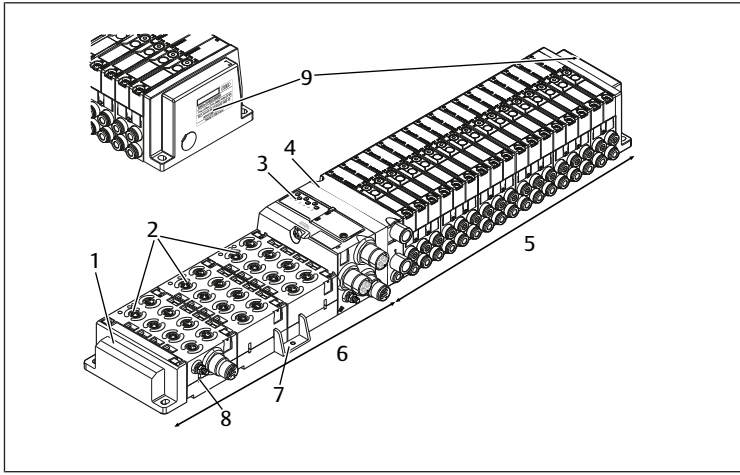
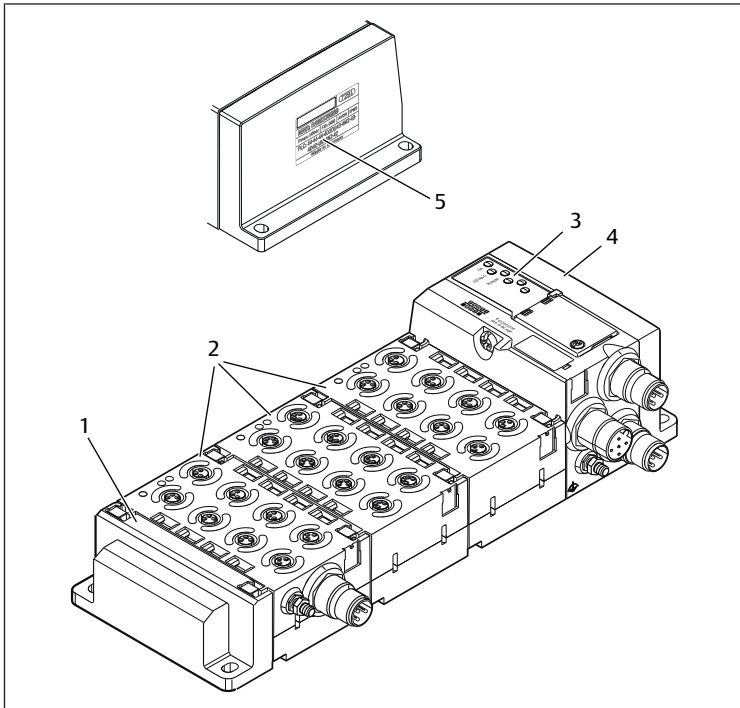

Fig. 1: Unità composta da valvole della serie AV e da un'unità AES
Fig. 2: Unità AES come variante stand-alone
- A destra con tre viti alla piastra di adattamento (vedere Fig. 1: Unità composta da valvole della serie AV e da un'unità AES (4) e Fig. 12: Fissaggio dell'accoppiatore bus a destra) oppure alla piastra terminale destra per la variante stand-alone (vedere Fig. 2: Unità AES come variante stand-alone (4) e Fig. 2: Unità AES come variante stand-alone),
- A sinistra ad un modulo I/O con due elementi di fissaggio a molla (vedere Fig. 1: Unità composta da valvole della serie AV e da un'unità AES (2)) oppure alla piastra terminale sinistra (vedere Fig. 1: Unità composta da valvole della serie AV e da un'unità AES (1)).
(vedere Fig. 1: Unità composta da valvole della serie AV e da un'unità AES (3)) o al modulo I/O,
3. Rimuovere eventualmente gli angolari di sostegno (vedere Fig. 1: Unità composta da valvole della serie AV e da un'unità AES (7)) dai moduli I/O.